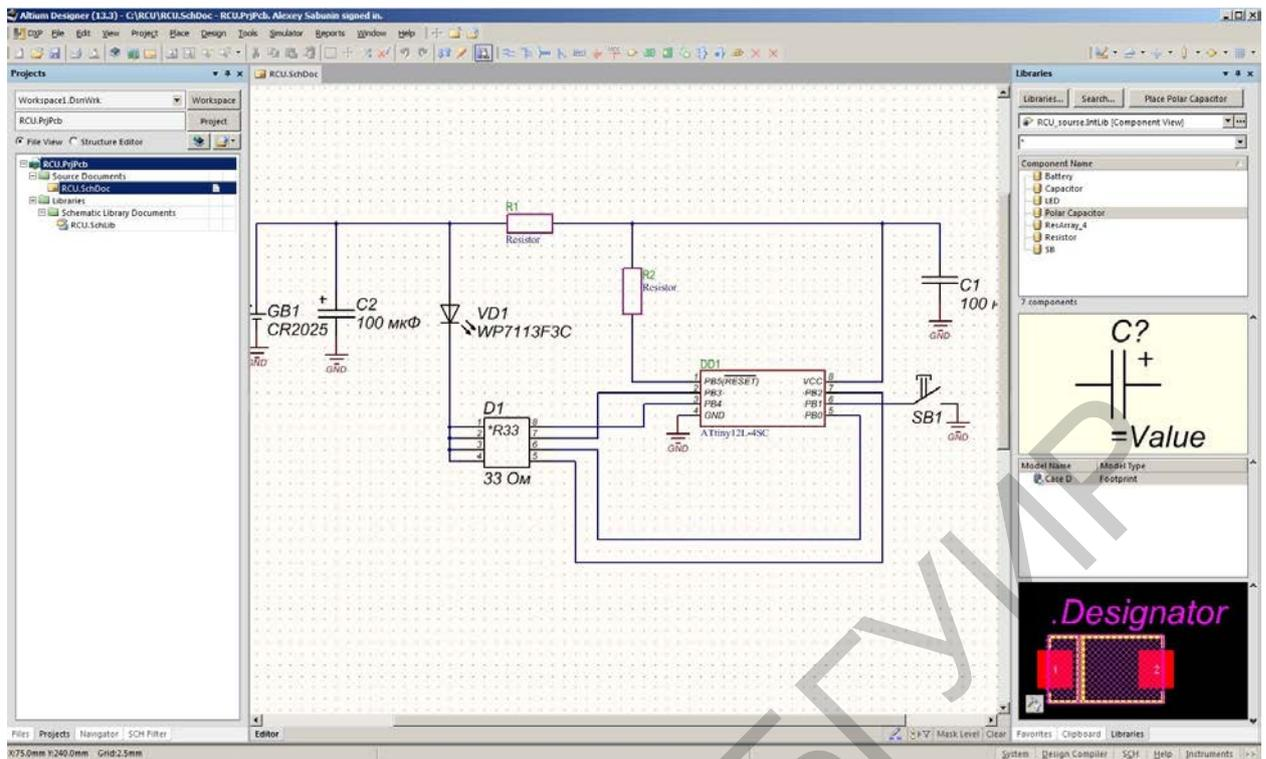

Рис. 1. Редактор схем
1. Редактор схем. Максимально упрощенная реализация создания иерархических и многоканальных структур позволяет преобразовывать огромные и сложные схемы в набор простейших подсхем. Причем в структуре иерархии некоторые блоки могут быть реализованы в виде схем, а некоторые в виде VHDL-описания. Расширенный инструментарий редактора схем (рис. 1) позволяет создавать проекты любой сложности, а готовые блоки простейших логических элементов позволяют уйти от VHDL-описания к созданию структуры из готовых наработок.